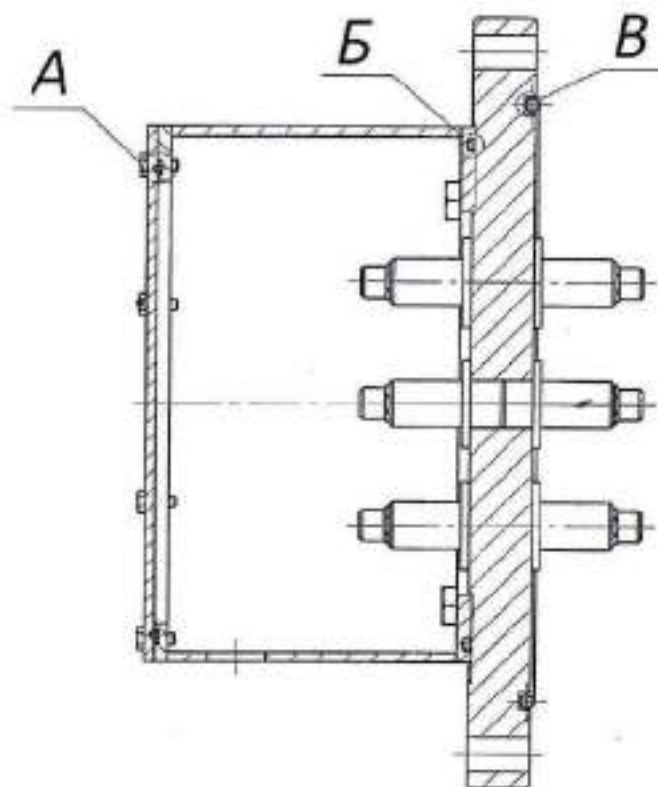

Рисунок 5 – Переходная плита
Монтаж переходной плиты (см. рисунок 5) осуществляется на заранее подготовленное заказчиком место, согласно монтажному проекту и сопутствующей КД.
- нанести герметик в канавку ободка фланца из состава переходной плиты, до полного заполнения канавки, (см. рисунок 5, поз. В);
- нанести герметик в канавку ободка фланца, до полного заполнения (см. рисунок 5, поз. Б);
- установить уплотнительное кольцо в канавку защитного кожуха (см. рисунок 5, поз. А);